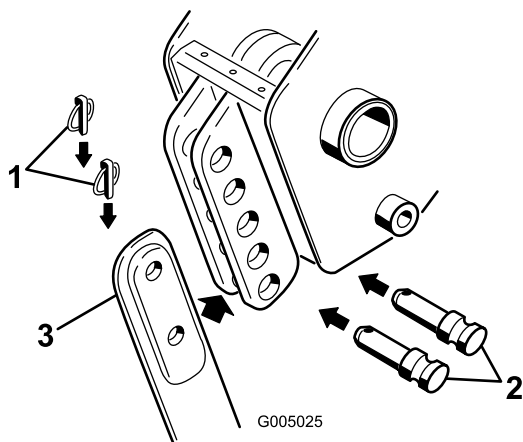

Figure 4
3. Enlevez les deux goupilles de blocage du support de lame, puis les axes de chape (Figure 4) et la lame existante (si elle est montée).
4. Glissez la nouvelle lame dans le support et fixez-la à la profondeur voulue (choisissez des trous de montage différents pour modifier la profondeur par pas de 7,6 cm (3"), à l'aide des axes de chape et des goupilles de blocage enlevés précédemment (Figure 4).
2. Enlevez la goupille de blocage et l'axe de chape inférieurs qui fixent la lame à l'enfouisseuse (pour déposer complètement la lame, enlevez les goupilles de blocage et les axes de chape supérieurs et inférieurs) (Figure 4).